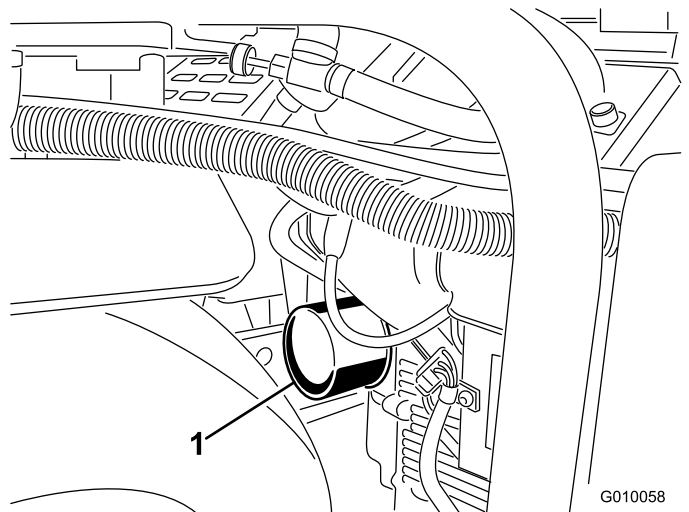
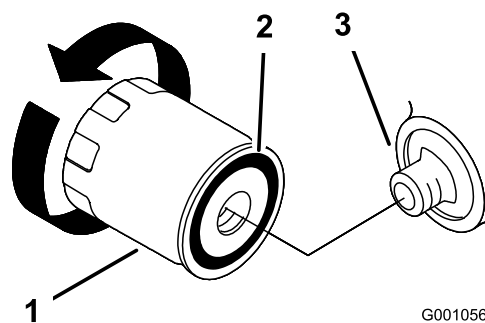

Figura 46
Figura 47
5. Coloque un recipiente poco hondo o un trapo debajo del filtro para recoger el aceite (Figura 46).
6. Retire el filtro usado (Figura 46 y Figura 47) y limpie con un trapo la superficie de la junta del adaptador del filtro.